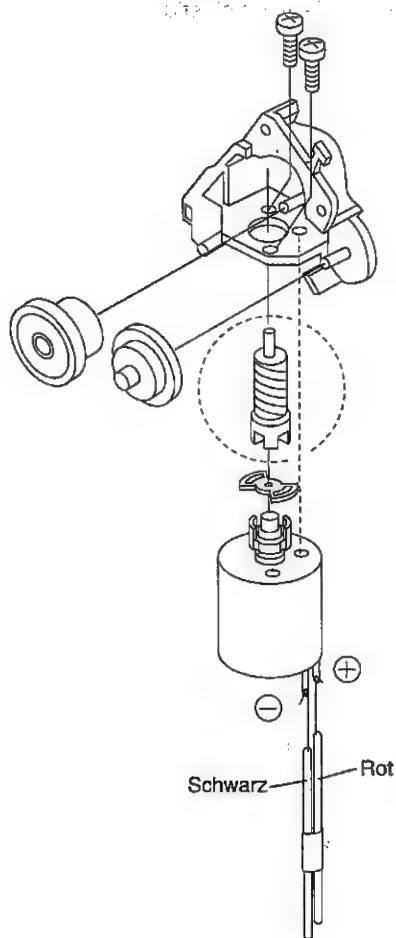

Abbildung 4-44.
- ① Den alten Lademotor ausbauen. Einen neuen Lademotor einsetzen, wie oben dargestellt (Abbildung 4-44).